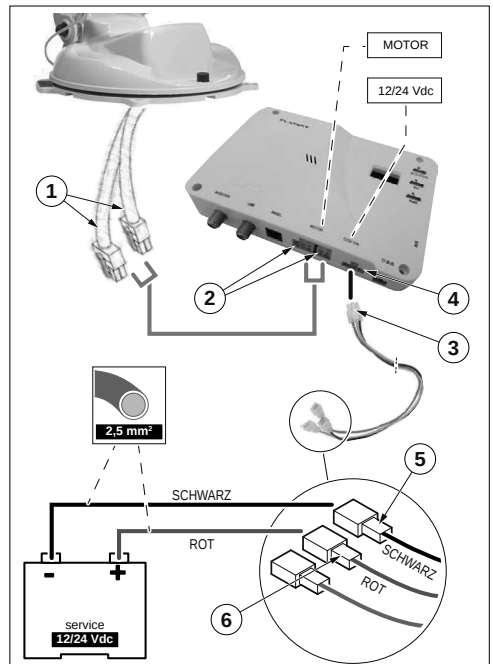

Abb. 4
5. Die SAT-Taste (7) auf der Steuereinheit drücken und warten, bis der Tragarm der Schüssel (8) gehoben wird. Sobald die vertikale Lage erreicht ist, Flat Sat Classic BT abschalten, dazu das Versorgungskabel („Abb. 4“ - 3) von der Steuereinheit trennen.
8. Das Versorgungskabel („Abb. 4“ - 3) wieder an die Steuereinheit anschließen und warten, bis der Tragarm wieder geschlossen wird.